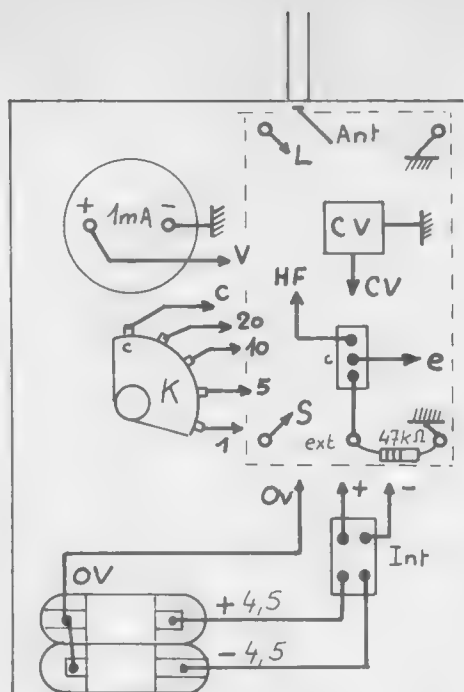

Fig. III-5. — Mesureur de champ - Interconnexions.
d) *Montage final.* — Monter sur le panneau avant du boîtier les diverses pièces. Se reporter à la figure III-5 pour assurer les interconnexions. Présenter le CI, le fixer par le CV. Souder les fils d'angles, d'antenne. Terminer le câblage en s'inspirant des différentes figures. Installer les piles d'alimentation. Un collier les maintiendra solidement. Souder les fils directement sur les lamelles de sortie.